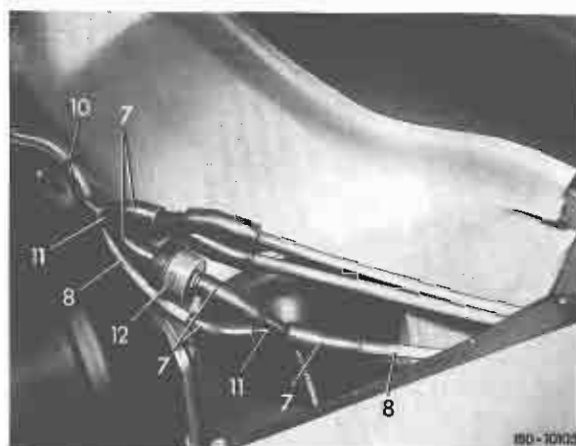

Bild 3
23 Unterdruckleitung (8) am Unterdruck-Vorratsbehälter (2) anschließen und mit den vorhandenen Kabelbändern sowie mit der Befestigungsschelle (10) und der vorhandenen Blechschraube befestigen. Anschließend Vorderrad wieder montieren (Bild 3).
24 Unterdruckleitung (8) mit den Teilen (7, 11 und 12) nach Bild 3 anschließen. Bei Wagen (1. Ausführung mit Zweiwegeventile für Heizung an der Stirnwand) ohne Klimaanlage das Verteilerstück (11) zwischen die Unterdruckleitung (grün) montieren, dazu Unterdruckleitung im Bereich des Bremsgerätes trennen, bei Wagen mit Klimaanlage das Verteilerstück (11) zwischen die Unterdruckleitung (weiß) und dem Verteilerstück für die Unterdruckleitungen (grün) einbauen. Bei Wagen (2. Ausführung ohne Zweiwegeventile) das Verteilerstück (11) vor dem Rückschlagventil für die Heizung und Klimaanlage montieren.
25 Unterdruckleitung (8) 1850 mm lang vom Verteilerstück (11) durch die Gummitülle in der Stirnwand, linke Vorderwandsäule und Türe bis zum Türschloß verlegen (Bild 3, 4 und 5).